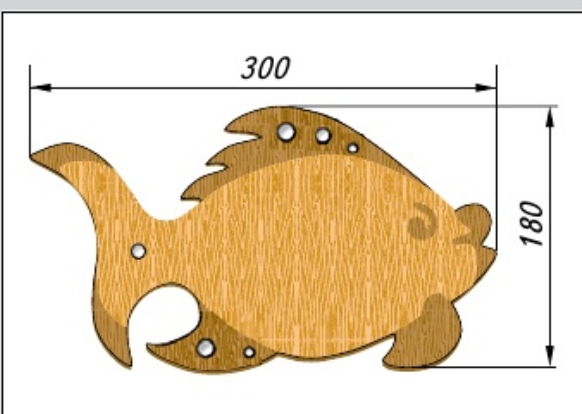
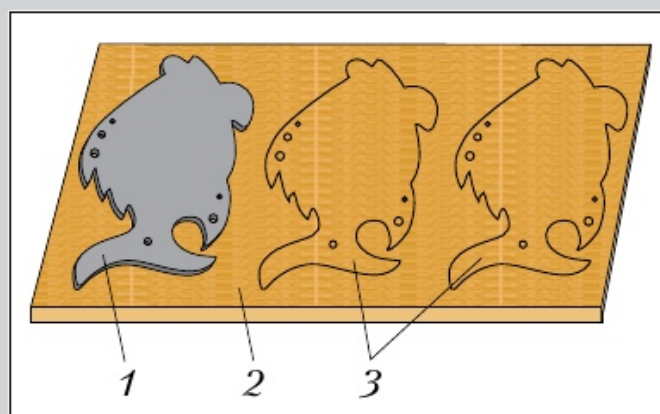
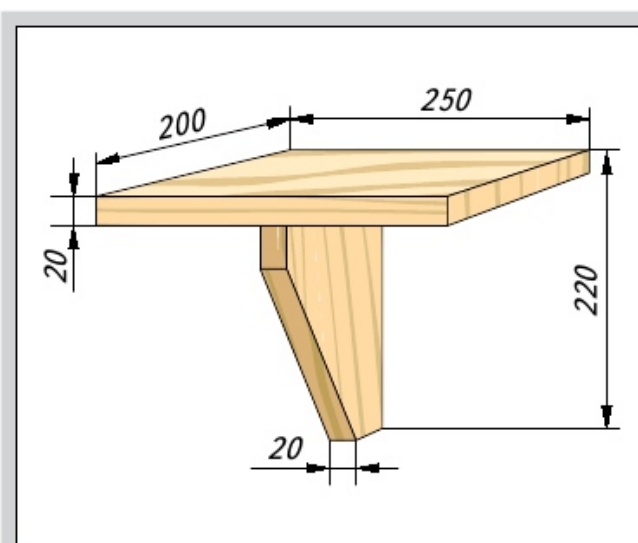

Рис. 40. Разделочная доска «рыбка»
Рис. 41. Разметка деталей с помощью шаблона: *1* — шаблон; *2* — заготовка (фанера); *3* — размеченные контуры детали
Рис. 56. Полочка для цветов
Если необходимо разметить деталь с криволинейными контурами (рис. 40) или несколько одинаковых деталей, то применяют *шаблон* — образец, повторяющий форму детали (рис. 41).
3. Выполните разметку детали на выбранной заготовке: деталей «основание» (см. рис. 28, б) и «карандашница» (см. рис. 70), детали домика для птиц (см. рис. 29), заготовки для разделочной доски «рыбка» (см. рис. 40), настольной полки (см. рис. 86) и др.
разделочной доски «рыбка» (см. рис. 40); полочки для цветов (рис. 56) или детали вашего проектного изделия.
3. Прострогайте предварительно размеченные заготовки: деталей «основание» (см. рис. 28, б) и «карандашница» (см. рис. 70), детали домика для птиц (см. рис. 29), настольной полки (см. рис. 86), полочки для цветов (см. рис. 56) или детали вашего изделия.